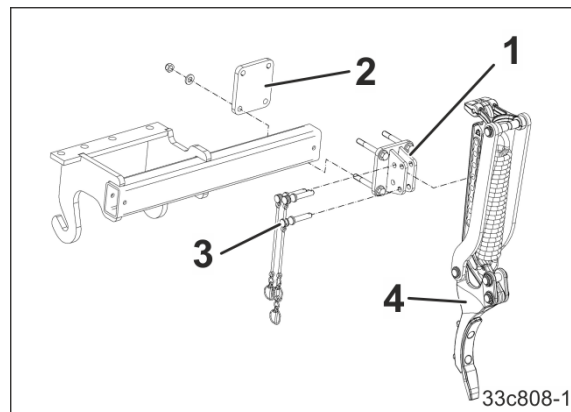

図 80
- 1.1 タイヤ跡消しホルダー（図 80/1）を取付板（図 80/2）で取り付けフレームに固定してください。
- 1.2 タイヤ跡消し（図 80/4）を差し込みピン（図 80/3）で一番上に取り付け、リンチピンで固定してください。